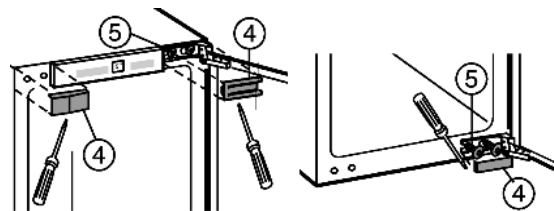

Fig. 2
- ▶ Zdjąć zaśleпки Fig. 2 (4).
- ▶ Nieznacznie odkręcić śruby mocujące Fig. 2 (5).
- ▶ Przełożyć śruby mocujące Fig. 2 (5) u góry i u dołu na stronę przeciwną.
- ▶ Zaczepić drzwi urządzenia na wkręconych wstępnie śrubach mocujących Fig. 2 (5).
- ▶ Śruby mocujące Fig. 2 (5) **dokręcić mocno (z siłą 4 Nm)**.
- ▶ Ponownie założyć zaślepki Fig. 2 (4).